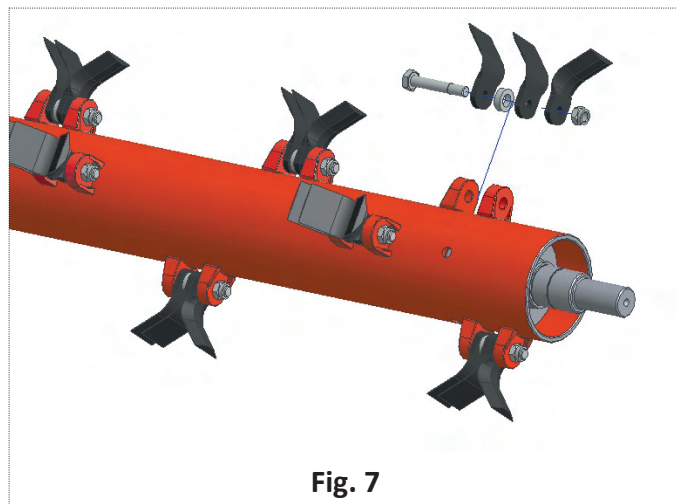

Fig. 7
- die Mutter 1 (**Abb. 7**) des Schraubbolzens zu entfernen, der den verschlissenen Schlägel festhält, wobei darauf zu achten ist, dass man den neuen Schlägel beim Wiedereinbau in der identischen Position anbringt.
- die Mutter 1 (**Abb. 7**) des Schraubbolzens zu entfernen, der die verschlissenen Hacken festhält, wobei auf die verschiedenen Komponenten zu achten ist, und insbesondere auf die Position der Abstandhalter 2 (**Abb. 7**). Beim Wiedereinbau darauf achten, dass die neuen Hacken und die Komponenten in der gleichen Position angeordnet werden.